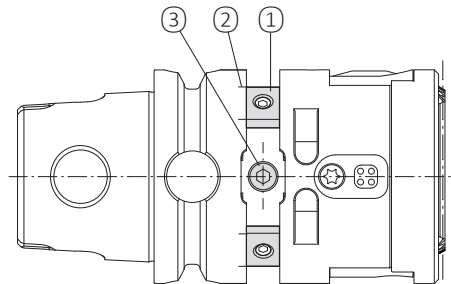

Fig. 8
**4.4 Équilibrage (Fig. 8)**
**Il est interdit d'utiliser l'outil sans la vis de fermeture ③ (Fig. 8) freinée par collage à l'entrée de la rainure d'équilibrage.**